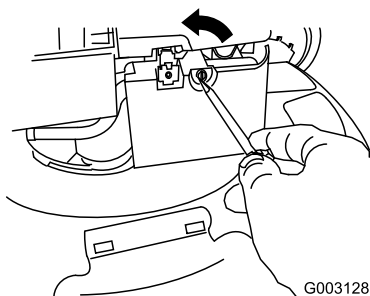

Figure 33
2. Ouvrez le couvercle du filtre à air avec un tournevis (Figure 33)